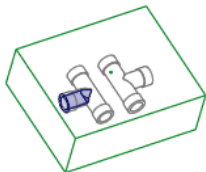

图 15.21 合并曲面
(4) 设置深度选项。
- ① 在操控板中选取深度类型 （对称），在深度文本框中输入深度值 60.0。
- ② 在操控板中单击  按钮，完成拉伸特征的创建。
Step7. 创建图 15.21 所示的合并曲面。
- (1) 按住 **Ctrl** 键，在模型树中选取复制面 1 与拉伸 3 的面。
- (2) 单击 **分型面** 功能选项卡 **编辑** 区域中的 **合并** 按钮，系统“合并”操控板。
- (3) 在“合并”操控板中单击  按钮，合并结果如图 15.21 所示。